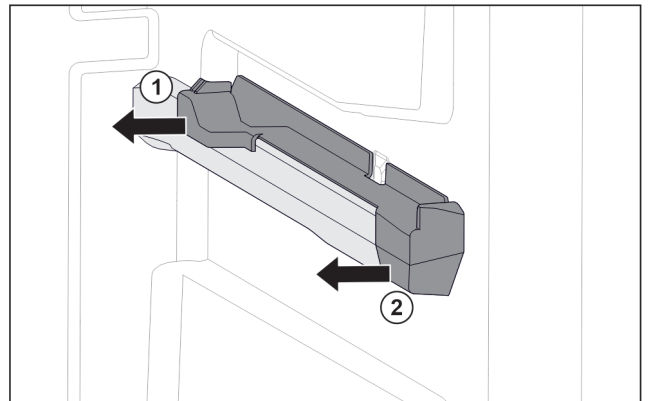

Fig. 103 Pieza de acoplamiento en la nervadura para recipientes derecha
- ▶ Retire la pieza de acoplamiento por detrás lateralmente. Fig. 103 (1)
- ▶ Retire la pieza de acoplamiento por delante lateralmente. Fig. 103 (2)